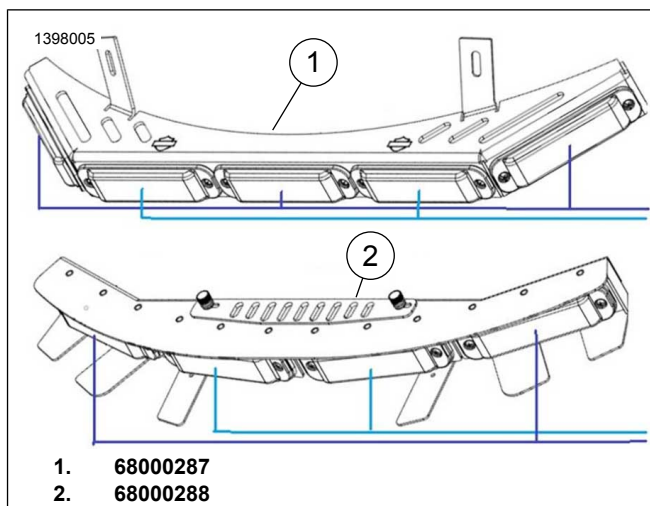

Figura 8. Configurații cap de lumină
A se vedea figura 8. pentru o reprezentare vizuală a acestor configurații ale capului de lumină, care diferă pentru 68000287 (1) și 68000288 (2).